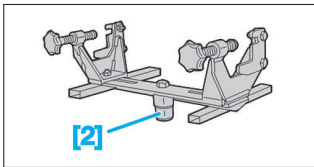

Fig. 63
- [2]. Support pour dépose-repose d'organes mécaniques (réf : 0008) (Fig.63).